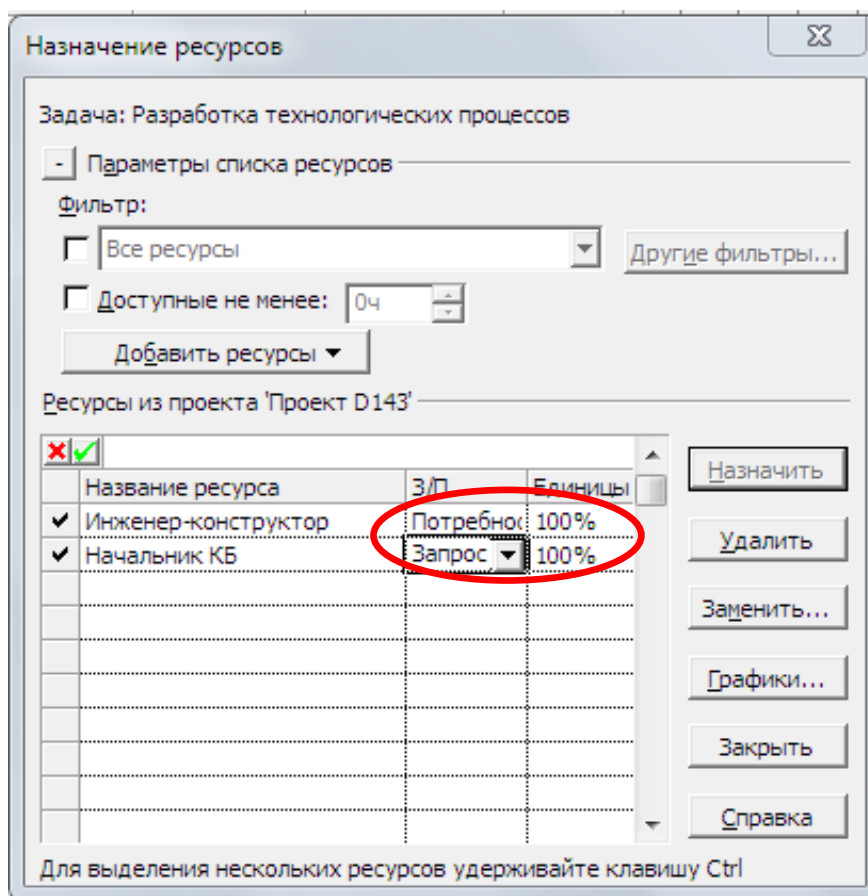

Рис. 6 – Вид диалогового окна **Назначение ресурсов**
8. Далее, выделив *название задачи*, необходимо выбрать в представленном списке ресурсов нужное название и щелкнуть по кнопке **Assign** (Назначить) диалогового окна. Все назначенные ресурсы помечаются в списке галочкой (рис. 6).